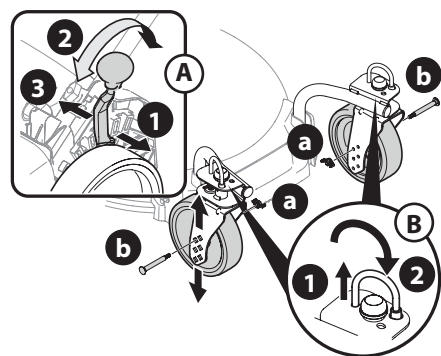

Figura 24
**NOTA:** la palanca de ajuste de altura de corte se ubica por encima de la rueda izquierda trasera (Recuadro A, Figura 24).
**NOTA:** la altura de corte de las rueditas giratorias se determina al seleccionar una de las seis posiciones en el montaje de cada ruedita giratoria (Figura 24).
6. Las rueditas giratorias se pueden bloquear en una posición recta hacia adelante o para que giren libremente. (Recuadro B, Figura 24).